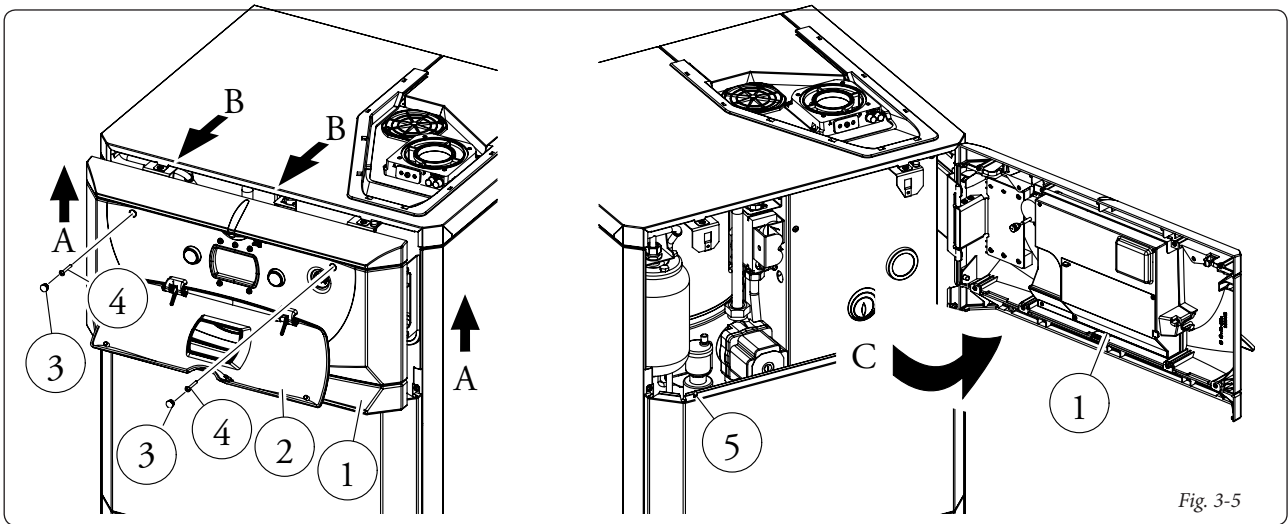
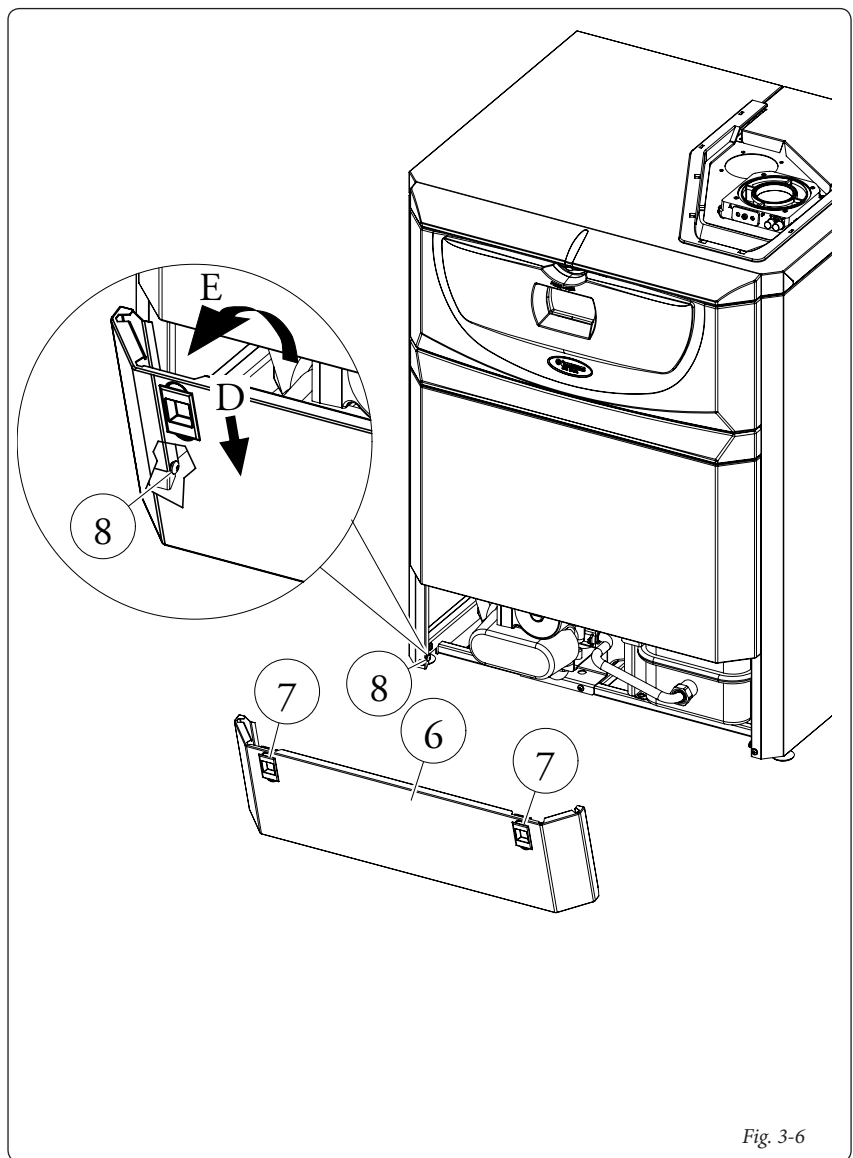
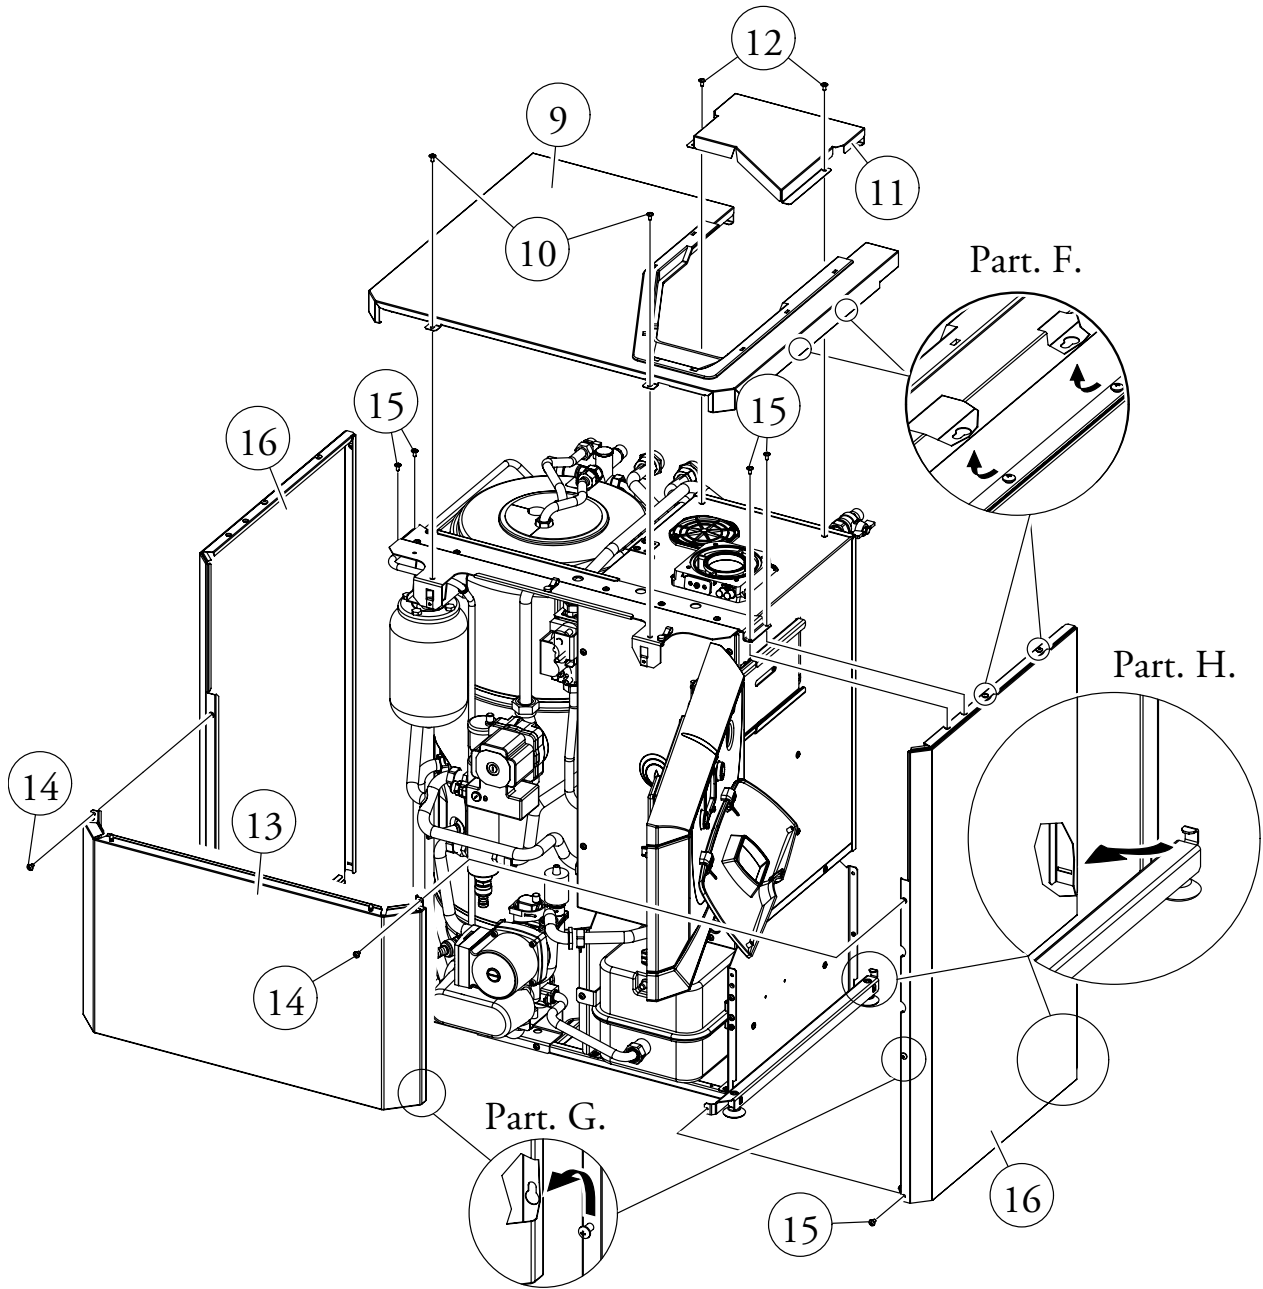

Fig. 3-5
Fig. 3-6
Fig. 3-7
- Apertura cruscotto (1) (Fig. 3-5).
- Aprire il portello (2) premendo al centro dello stesso per farlo basculare.
- Togliere i tappi di protezione in gomma (3) e svitare le due viti (4).
- Sollevare il cruscotto prendendolo dai fianchi per farlo uscire dai perni di fissaggio (5) (Fase A).
- Smontaggio portello inferiore (Fig. 3-6).
- Abbassare i 2 ganci di fissaggio (7) (Fase D) e nel contempo tirare verso se stessi il portello (6) (Fase E) facendolo ruotare sulla vite (8) ed estrarlo.
- Smontaggio mantello (Fig. 3-7).
- Semicoperchio anteriore (9): svitare le viti (10), tirare verso se stessi il coperchio e sollevarlo per sganciarlo dalle viti con battuta poste sui fianchi mantello (Part. F).
- Semicoperchio posteriore (11) (non indispensabile): svitare le due viti (12) e sollevarlo.
- Facciata (13): svitare le viti (14), sollevarla per sganciarla dalle viti con battuta e tirarla verso se stessi (Part. G).
- Fianchi mantello (16): svitare le viti superiori e inferiori (15) e liberarli dalle sedi posteriori (Part. H).